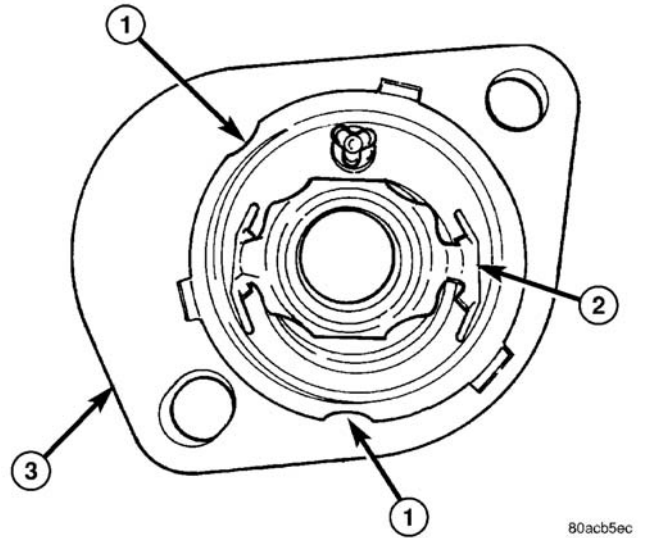

图 12 节温器在出口接头中的位置
- (2) 将节温器放到冷却液出口接头处。将节温器上的两个定位凹槽与接头上的凹槽对准（图 12）。该位置能确保节温器放气孔位置的正确。